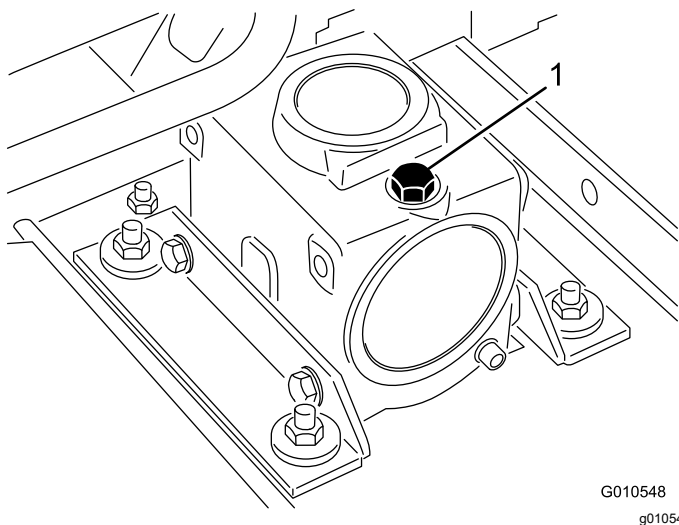

Рисунок 16
2. Извлеките щуп/снимите пробку заливной горловины в верхней части редуктора (Рисунок 16) и убедитесь в том, что уровень масла находится между отметками на щупе. Если уровень масла низкий, долейте такое количество масла, чтобы его уровень располагался между отметками.